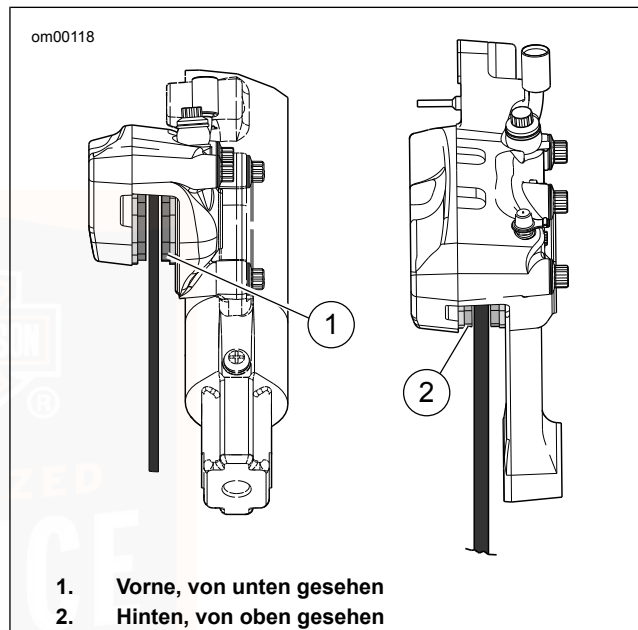

Abbildung 63. Bremsbelagsmaterial
2. Siehe Abbildung 63. Die Dicke des Reibbelagsmaterials im Bremsbelag messen.